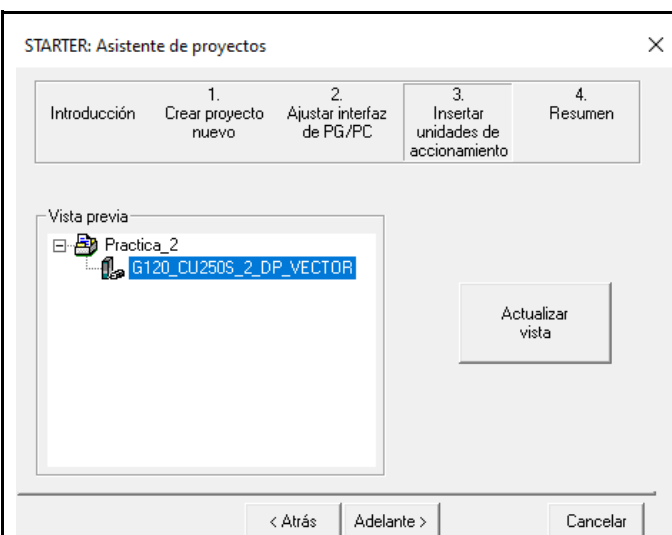

Figura 12: Dispositivos detectados.
- Una vez que se ha terminado la búsqueda del dispositivo, se puede ver en **“Vista previa”**, que se mostrará el nombre del proyecto **“Práctica_2”**, y el nombre del dispositivo que se ha encontrado, en este caso se ha conectado un dispositivo **“G120_CU250S_2_DP_VECTOR”** (ver Figura 12).